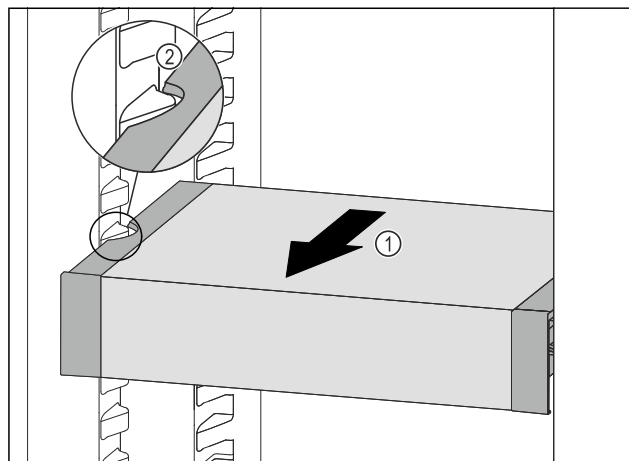

Fig. 137
- Træk VarioSafe fremefter Fig. 137 (1), indtil udsparringerne i siden på VarioSafe er på niveau med beholderribben i kølesektionen. Fig. 137 (2)